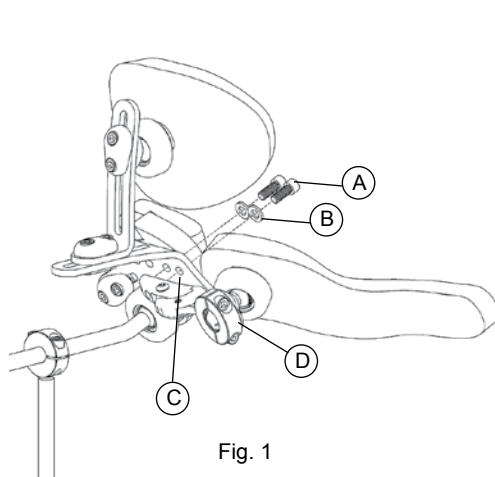

Fig. 1
1. Attaccare il/i supporto/i laterale/i ribaltabili (Fig. 1, D) alla piastra di interfaccia del supporto laterale per il volto per sistema Contoured Cradle (Fig. 1, C) usando i bulloni (Fig. 1, A) e le rondelle (Fig. 1, B).
1. Attaccare il/i supporto/i laterale/i ribaltabili (Fig. 1, D) alla piastra di supporto di S.O.F.T. (Fig. 1, C) usando i bulloni (Fig. 1, A) e le rondelle (Fig. 1, B). Stringere bene i bulloni.